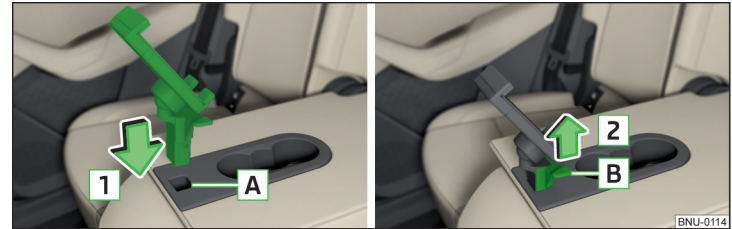

Abb. 134 Halter einsetzen / Halter abnehmen
- Den Halter in die Öffnung **A** in Pfeilrichtung **1** einsetzen » Abb. 134.